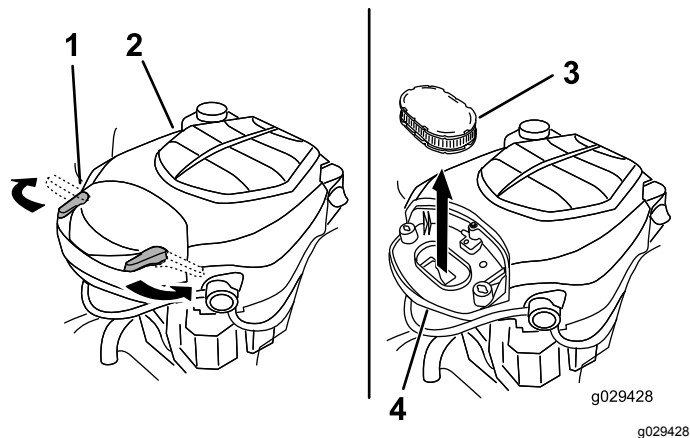

Figura 25
2. Retire la tapa para tener acceso al elemento del limpiador de aire (Figura 25).
7. Instale la tapa y sujétela con los enganches (Figura 25).